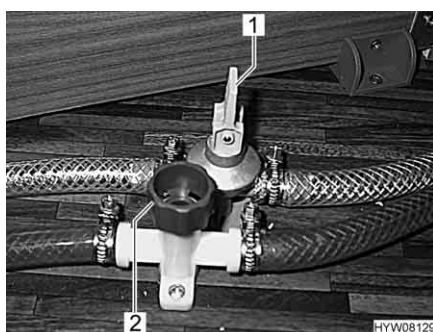

Fig. 156 Rubinetti di scarico (pacchetto autarchico)
- Chiudere i rubinetti di scarico. Ruotare i coperchi (Fig. 156,1) in senso orario e posizionare la leva a bilanciere (Fig. 156,2) in posizione orizzontale.